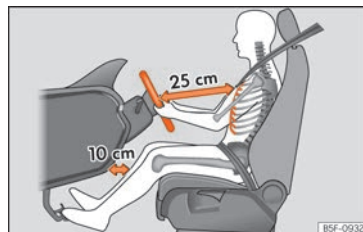

Fig. 4 La distance correcte entre le conducteur et le volant doit être de 25 cm minimum (10 pouces).
- Réglez le volant de sorte qu'il se trouve à une distance d'au moins 25 cm (10 pouces) du sternum » **fig. 4** et que vous puissiez le tenir à deux mains sur les côtés, à l'extérieur, les bras légèrement fléchis.
- Réglez le siège dans la longueur de manière à pouvoir actionner à fond les pédales avec les genoux légèrement fléchis et de manière à laisser une distance d'au moins 10 cm (4 pouces) entre les genoux et le tableau de bord » **fig. 4**.